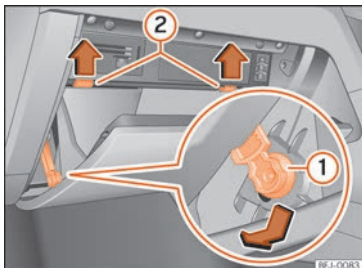

Abb. 50 Handschuhfach (Rechtslenker): Zugang zum Sicherungskasten.
- Halteelement » **Abb. 50** ① in der Öffnung des Halters nach unten verschieben und zur Seite herausnehmen.
- Anschlagzapfen » **Abb. 50** ② in Pfeilrichtung nach oben drücken und gleichzeitig das Handschuhfach weiter öffnen.
- Zum Einbauen, Handschuhfach in die geeignete Position bringen. Führen Sie das Halteelement in die Öffnung des Halters ein und verschieben Sie es nach oben bis es hörbar einrastet. Drücken Sie das Handschuhfach vorsichtig über den Widerstand der Anschlagzapfen » **Abb. 50** ② hinweg nach vorn.